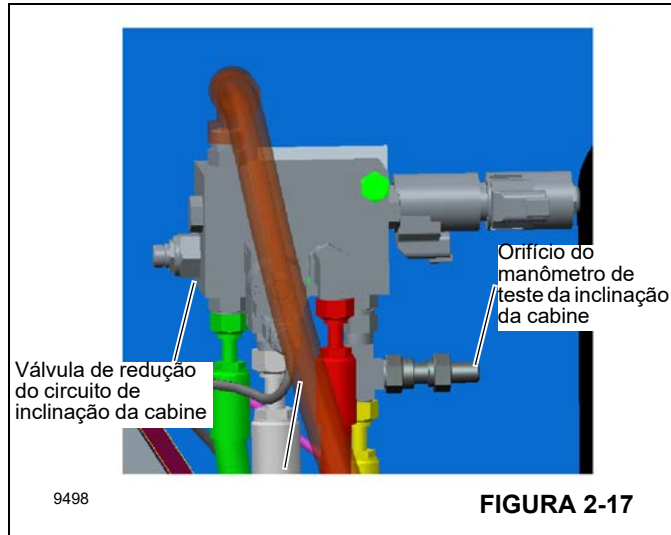

FIGURA 2-17
1. O circuito do cilindro de inclinação da cabine tem uma válvula de redução única no coletor de inclinação da cabine com um ajuste de 172 bar (2500 psi) conforme mostrado na Figura 2-17.